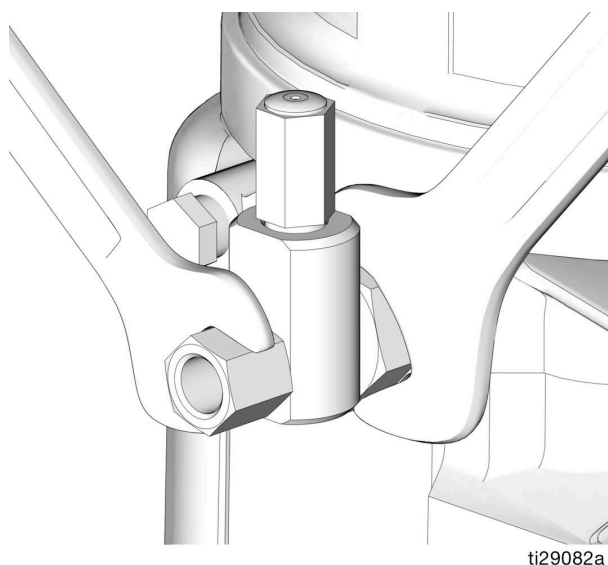

Рис. 22
1. Ослабьте фитинг патрона насоса (Рис. 22).
3. Затяните фитинг патрона насоса, поворачивая два ключа в противоположные стороны (Рис. 22).